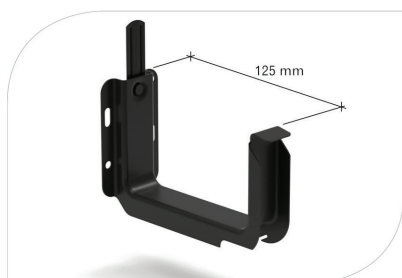

рис. 1
- металлический кронштейн с креплением декоративной планки (рис.1), имеющий замок в нижней части для крепления декоративной планки желоба, предназначенной для маскировки водосточного желоба и установки софитов GALECO